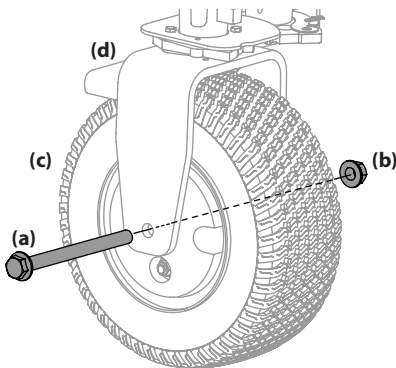

Figure 4-15
1. Retirez le boulon (a) et l'écrou autobloquant (b) qui fixent la roue avant (c) à la fourche (d). Voir Figure 4-15.